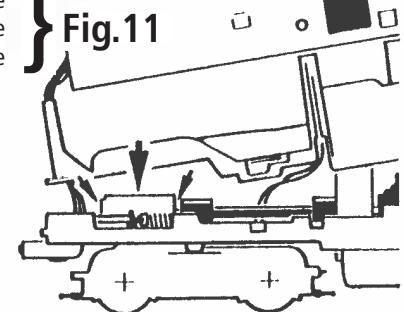
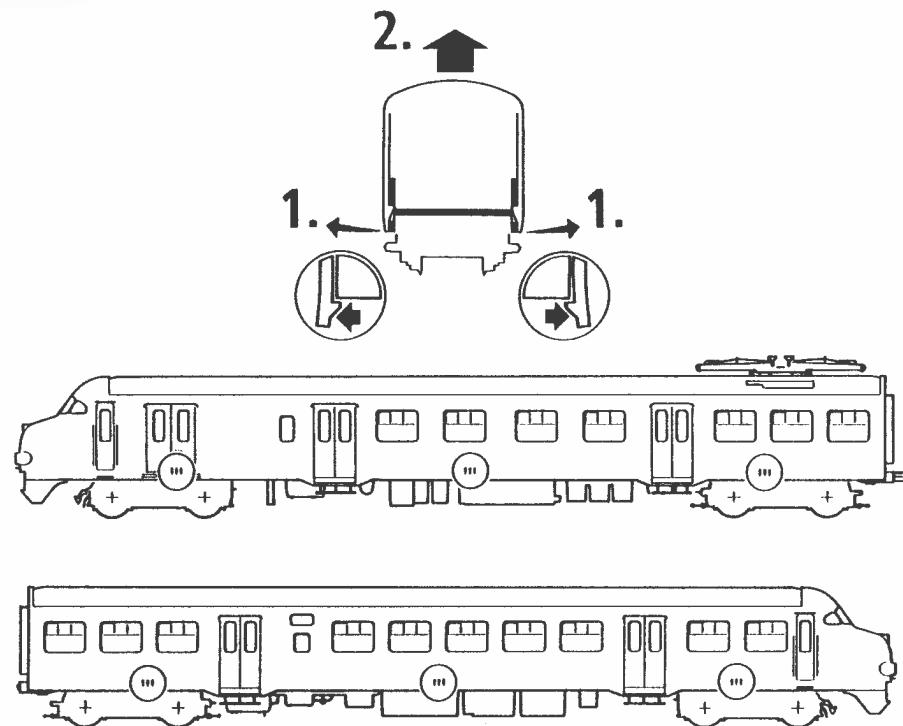

Fig. 5
Fig. 6
**Mehrzugbetrieb:** Zuerst Lokgehäuse abnehmen (Fig. 5). Danach den Brückenstecker aus der Schnittstelle entfernen (diesen sorgsam aufbewahren). Danach den Stecker des Steuerbausteins lagerichtig einsetzen (siehe Fig. 6+7).
**2. Schmierung:** Versehen Sie die im Schmierplan in Fig. 9 gekennzeichneten Stellen mit nur **kleinen Öltropfen**. Dazu zuerst das Lokgehäuse abnehmen (Fig. 5). Wir empfehlen den ROCO **Öler Art.-Nr. 10906**. Fürs Schmieren der Getriebeteile (Zahnräder, Schnecke) empfehlen wir das **ROCO-Spezialfett Art.-Nr. 10905**. Im Falle der Schmierung diese Teile **nicht ölen**.
**4. Kohlebürstenwechsel:** Lokgehäuse abnehmen (Fig. 5). Danach wird der Motor ausgebaut und die Kohlebürsten ausgewechselt (Fig. 11).
**Running in digital mode:** Remove the jumper from the interface. Finally put the plug of the chip into the interface as shown in fig. 6+7.
**2. Lubrication:** Apply **tiny oil drops** to spots marked in fig. 9. Prior to lubrication dismantle locomotive (fig. 5). We recommend using item no. **10906, ROCO oiler**. For lubrication the gearparts (e.g. cogwheels, worm) we would recommend our ROCO **special grease** (item no. **10905**).
**4. Carbon Brush Changing:** First remove loco body (fig. 5), and then the motor (fig. 11).
**Digitaal:** Verwijder nu de brugstekker en bewaar deze goed. Plaats nu de decoderstekker overeen-komstig de bijgevoegde informatie over de decoder inbouw (fig. 6+7).
Verwijder de lochuis (fig. 5). en verwijder met een penseel het vuil van de in fig. 8 aangegeven plaatsen.
Op de aangegeven punten slechts **een enkel oiedruppeltje** (fig. 9). Daartoe wel eerst het lochuis verwijderen (fig. 5). Wij adviseren Roco-smeerolie art. 10906. Voor het smeren van de aandrijving (tandwielen, wormwielen, etc.) adviseren wij **Roco-smeervet art. 10905**. Let op. Geen olie gebruiken waar smeervet zit.
**4. Het vervangen van de koolborstels:** kap verwijderen (fig. 5). Daarna tilt u de motor eruit en kunt u de borstels vervangen (fig. 11).
zie } Fig. 5